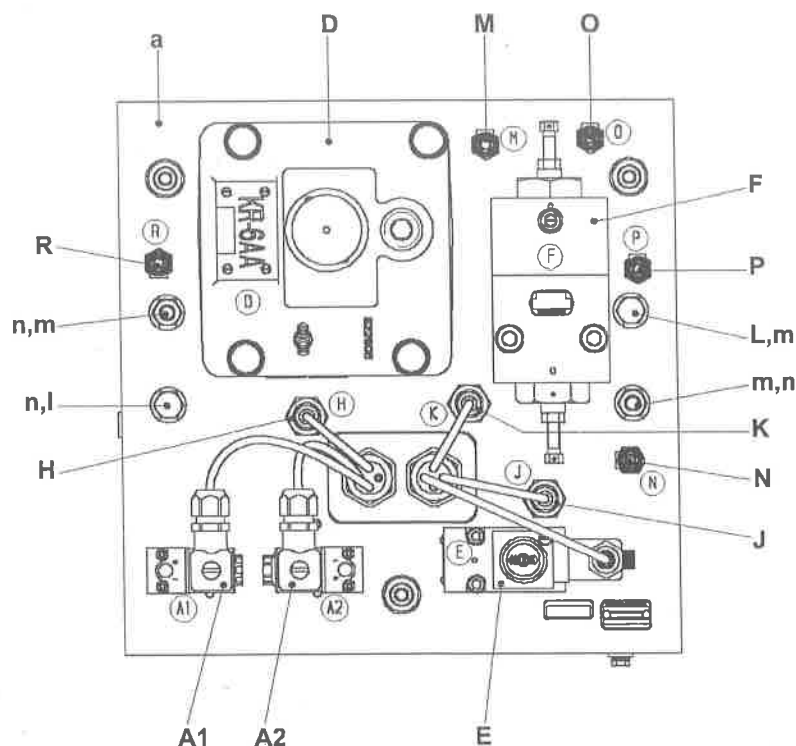

Figura 2-28. Panel principal (B06).
- Una unidad de control neumática (panel principal B06, ver Figura 2-7 y Figura 2-28) de freno tipo EP-BGE-II por carro.